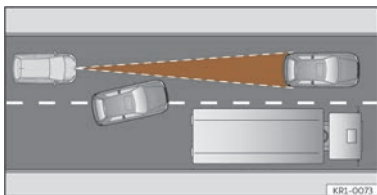

Fig. 126 Changement de voie d'un véhicule.
- Véhicules changeant de voie pour aller sur la vôtre, à courte distance de votre véhicule >>> **fig. 126**.